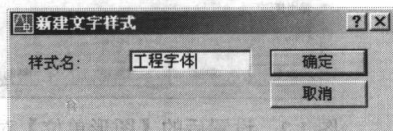

图 1.5 【新建文字样式】对话框
(2) 单击【新建】按钮，打开【新建文字样式】对话框，在【样式名】文本框中输入“工程字体”，如图 1.5 所示。